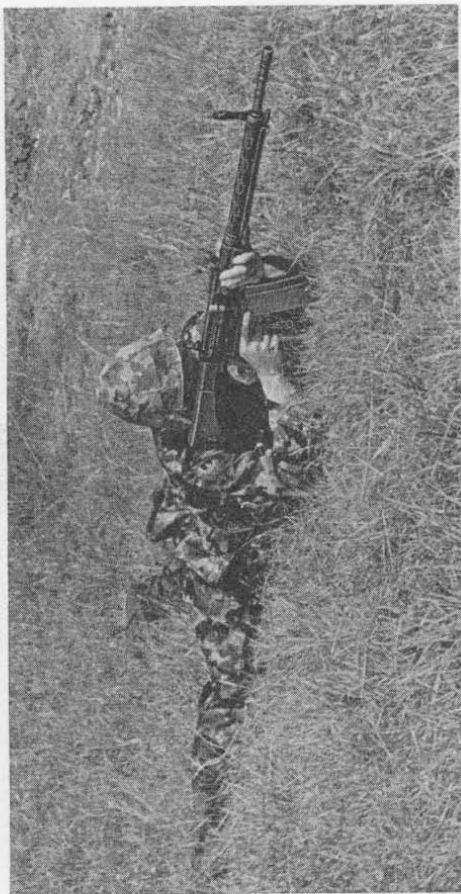

Bild 57
- Die rechte Hand muß das Gewehr kräftiger als sonst in die Schulter ziehen (Bild 57).